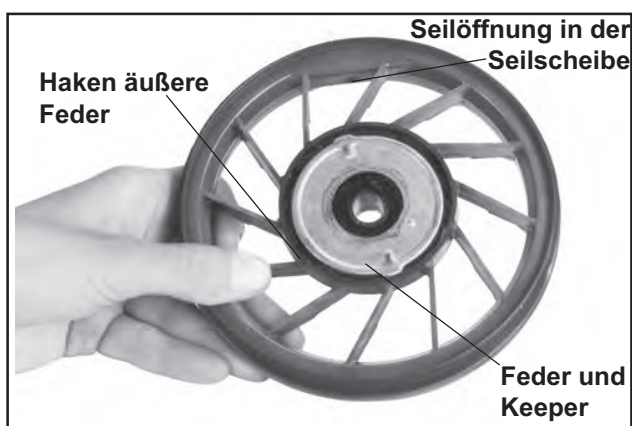

Abbildung 7-7. Position der Feder und des Keepers in der Seilscheibe.
- Die Position der Feder und der Keeper-Gruppe in der Seilscheibe notieren. Siehe Abbildung 7-7.
- Sicherstellen, dass die Feder ausreichend mit Fett geschmiert ist. Die Feder und die Keeper-Gruppe gemeinsam in der Seilscheibe positionieren (die Feder weist dabei zur Seilscheibe). Siehe Abbildung 7-7.